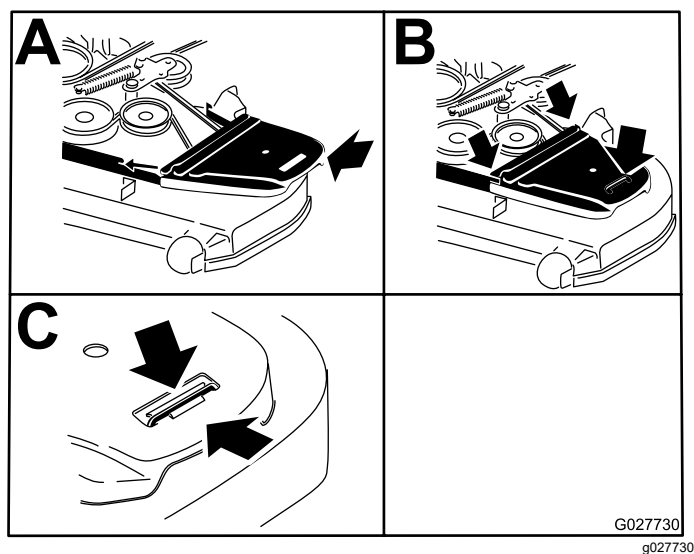

Figura 71
12. Instale las cubiertas de la correa (Figura 71).